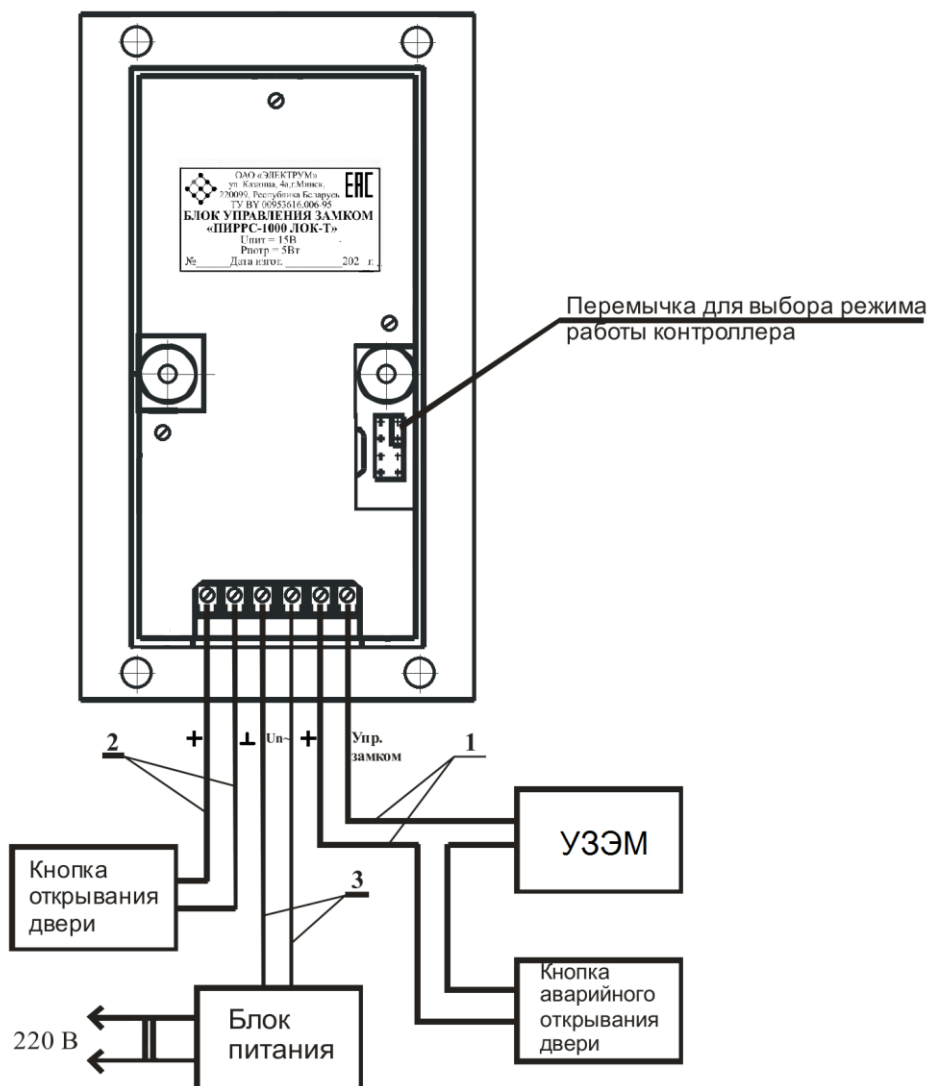

Рисунок 3. Структурная схема подключения «ПИРРС-1000 ЛОК Т»
5.5. Электрический монтаж ДС выполнить в соответствии со схемой рис. 3